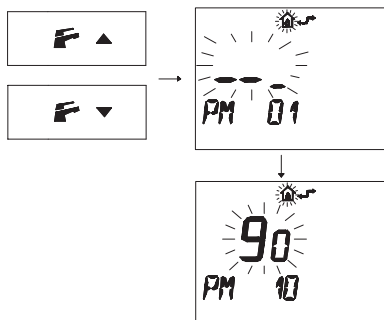

Fig. 5.69
- Premere i pulsanti  o  per visualizzare la programmazione "PM10" selezione della frequenza di accensione (Fig. 5.69).
Nella Fig. 5.69 si visualizza un SET programmato di **90** corrispondente ad un tempo di riaccensione di 3 minuti circa. Il campo di regolazioni è da 0 a 8 minuti e mezzo. Ogni passo incrementato o decrementato corrisponde a 2 secondi.